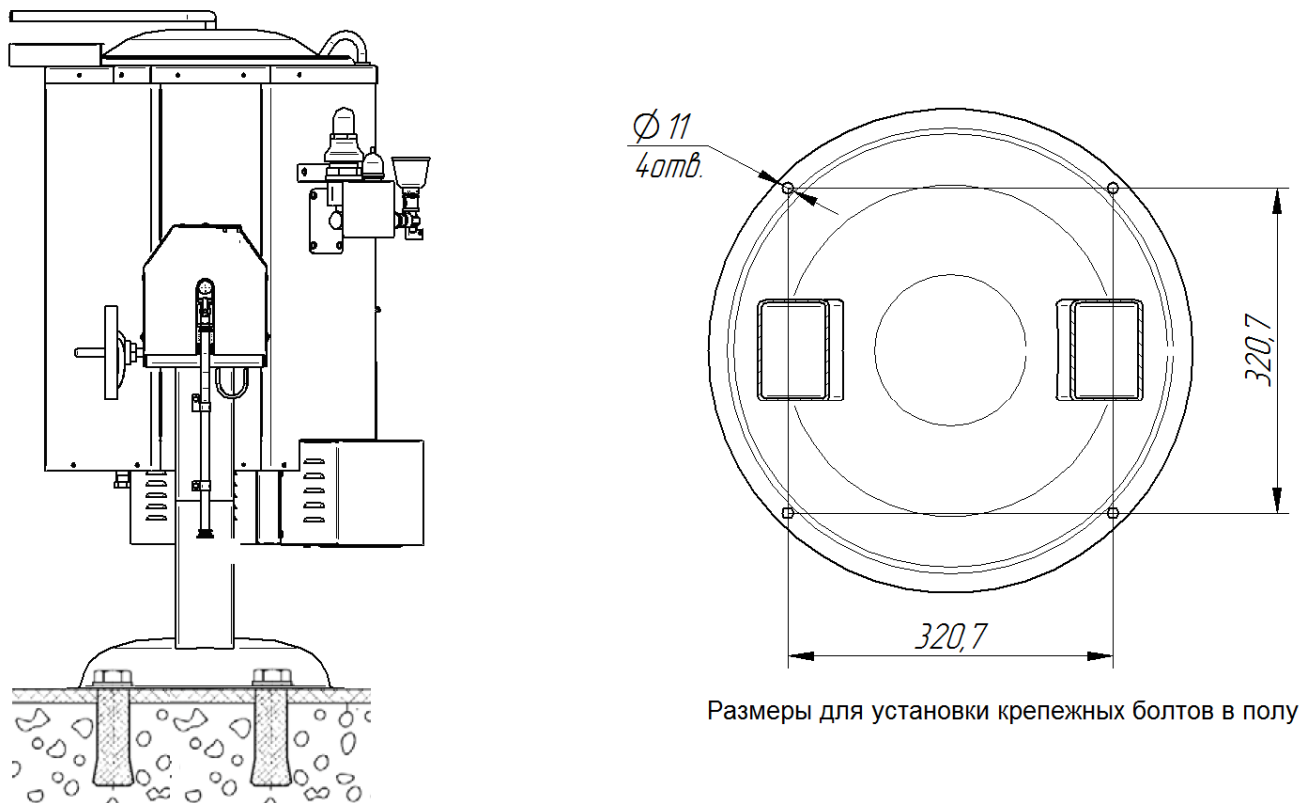

Рис. 6. Крепление котла к полу
- просверлить отверстие под крепеж для фиксации котла (см. рис. 6). При установке котла на бетонный пол рекомендуется использовать анкерные болты M10x100. Установить крепеж в пол;